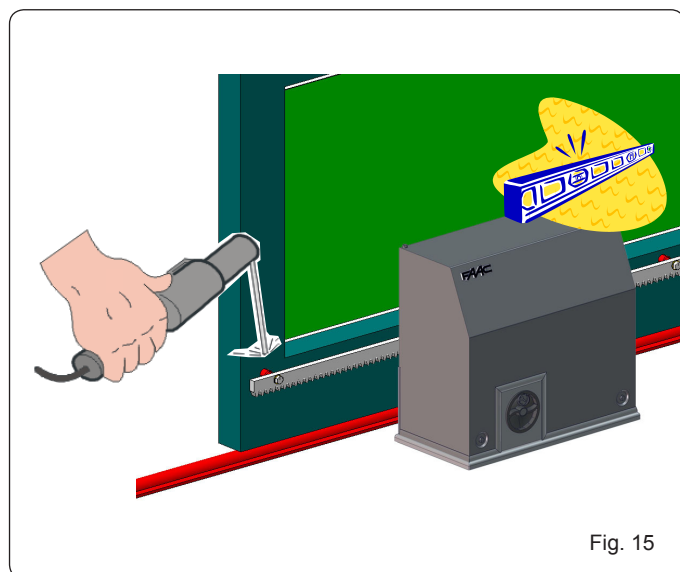

Fig. 15
3. Appoggiare sul pignone il primo pezzo di cremagliera a livello e saldare il nottolino filettato sul cancello come indicato in Fig. 15.